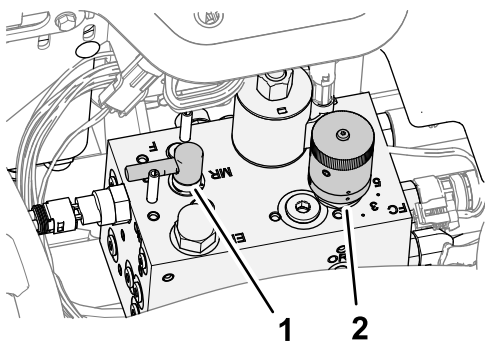

Figura 90
4. Spostate la leva di lappatura in posizione R (lappatura) (Figura 90).